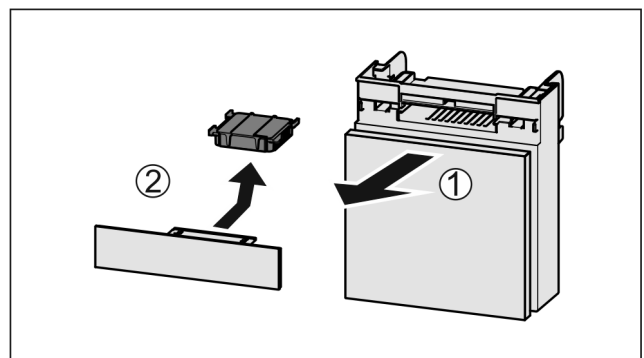

Fig. 161
- ▶ Потягніть *Fig. 161 (1)* відділення вперед.
- ▶ Витягнути *Fig. 161 (2)* фільтр з активованого вугілля.